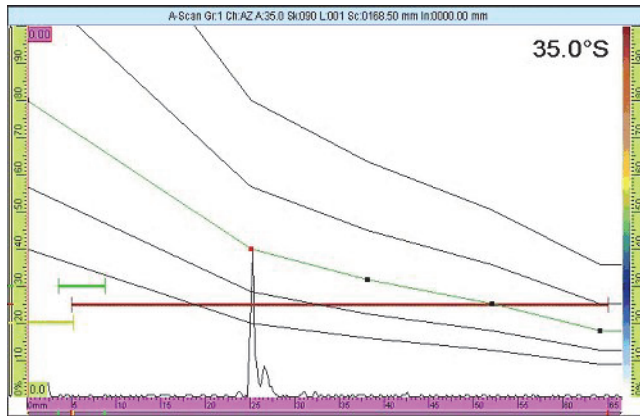

Figura 6-7 Curva DAC sul segnale successivo
- b) Configurare il valore del parametro **Ampiezza** per spostare la curva DAC sull'ampiezza di picco del segnale del riflettore (vedere Figura 6-7 a pagina 188).